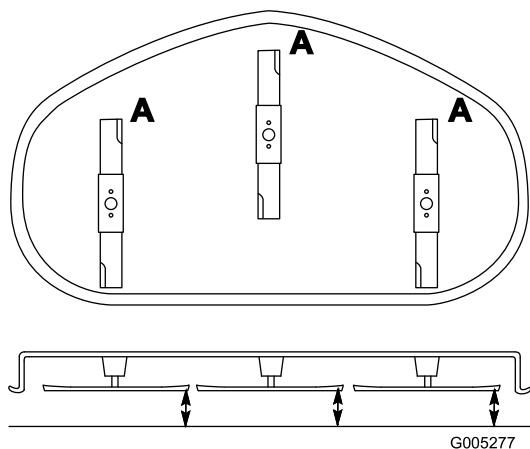

Bild 36
1. Drehen Sie die Schnittmesser, bis die Enden nach vorne und hinten gerichtet sind (Bild 36). Messen Sie von einer ebenen Fläche bis zu den Schnittkante (Position A) der Messer (Bild 36). Notieren Sie diesen Wert.